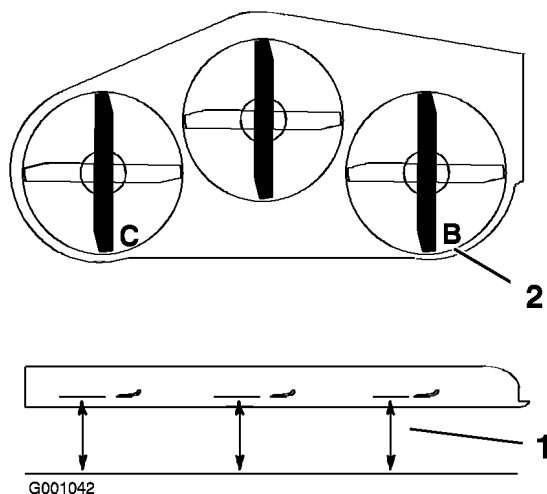

Figura 77
1. Coloque la cuchilla derecha en posición longitudinal (Figura 77).
2. Mida la cuchilla derecha en la posición **B** desde una superficie nivelada hasta el filo de corte del extremo de la cuchilla (Figura 77).
- Coloque la cuchilla izquierda en posición longitudinal (Figura 77).
- Mida la cuchilla izquierda en la posición **C** (Figura 77) desde una superficie nivelada hasta el filo de corte del extremo de la cuchilla.